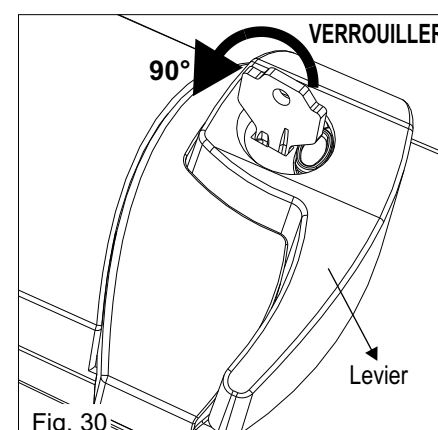

Fig. 30
- 1) Tourner le levier le sens des aiguilles d'une montre, puis tournez la clé de 90° degrés en sens inverse des aiguilles d'une montre vers la gauche (fig.30).